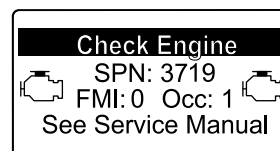

Bild 40
- Wenn eine Wiederherstellung-Regenerierung erforderlich ist, wird im InfoCenter die Motorwarnung SPN 3719, FMI 16 (Bild 40) angezeigt, und der Computer verringert die Motorleistung auf 85 %.